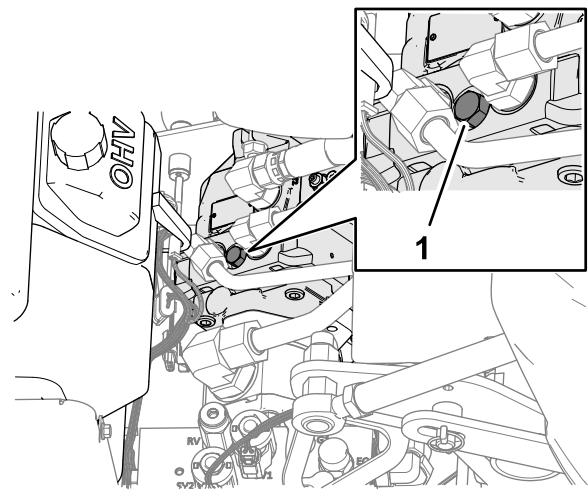

Figura 127
4. Localice la cubierta del tornillo de la válvula de desvío entre el motor y la bomba hidráulica, tal y como se muestra en la Figura 127.